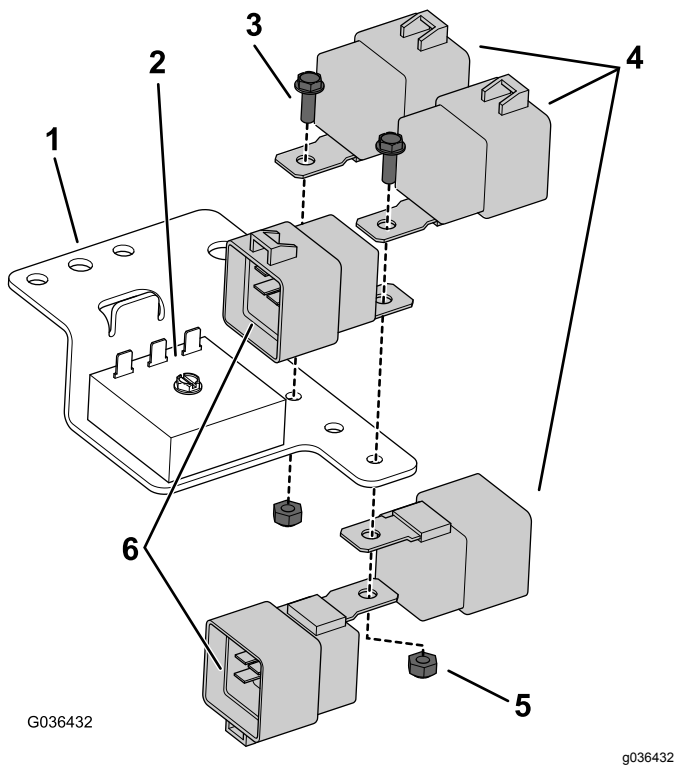

Bild 26
1. Befestigen Sie die fünf Relais mit zwei Schrauben (10"-24 x 0,56") und zwei Sicherungsmuttern an der Relaishalterung (Bild 26).
- D. Stecken Sie die drei Anschlüsse des Mähwerk-Kabelbaums und die zwei Anschlüsse des Kabelbaums der Hubverzögerung in die fünf Relais, die Sie vorher an der Relaishalterung befestigt haben. **Bild 26** zeigt die richtige Ausrichtung.